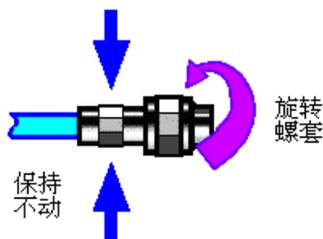

图 4-2 连接方法
- b) 将两个连接器平直的移到一起，使他们能平滑的接合，旋转连接器的螺套（注意不是旋转连接器本身）直至拧紧，连接过程中连接器间不能有相对的旋转运动。如图 4-2：